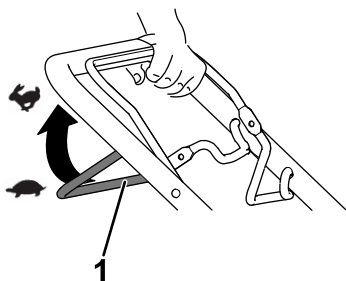

Figura 12
- Pentru a cupla propulsia automată, tragei bara pentru propulsia automată către mâner i inei-o strânsă (Figura 12).